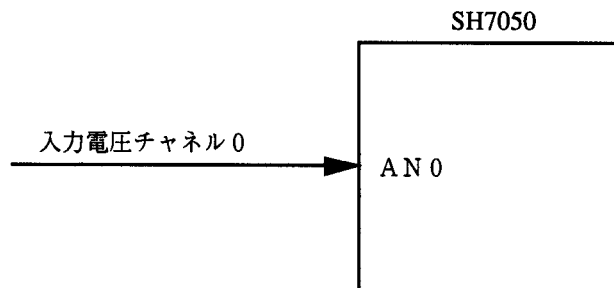

図1 SH7050による電圧の測定ブロック図
- (1) 図1に示すように、1チャンネルに入力される電圧をSH7050のA/D変換器を使用し、測定します。
- (2) 測定結果は2バイトのRAMに格納します。
- (3) 入力する電圧は0～5Vの範囲です。